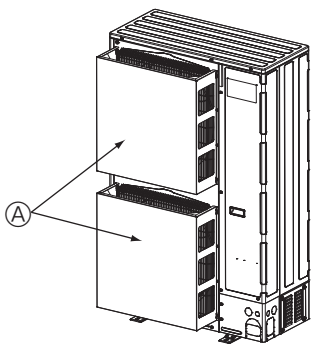

Fig. 2-17
- ② Установите дополнительную защитную направляющую потока воздуха, если прибор устанавливается в местности, где наблюдаются ураганы с сильным ветром, который может дуть непосредственно в воздуховыпускное отверстие. (Fig. 2-17)